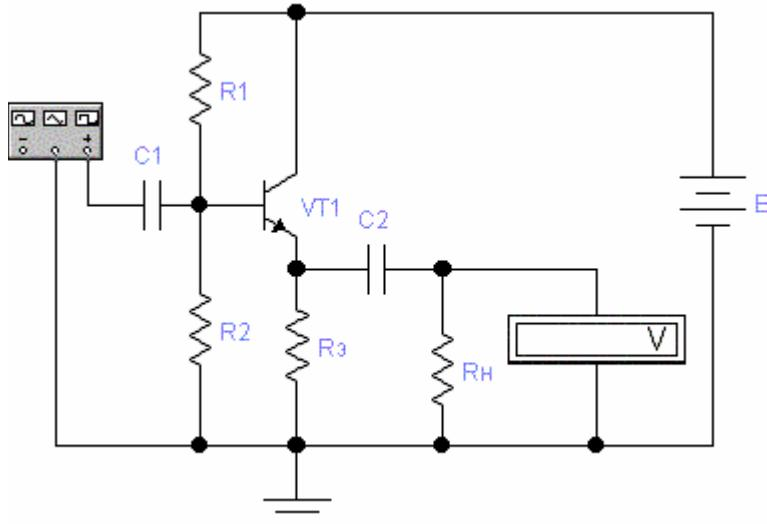

Рисунок 2
1.3 Для схемы усилительного каскада ОК (рисунок 2) и указанных параметров элементов предварительно рассчитать значение резистора R1 при условии  $U_\theta = 0,5E$  и рабочий режим транзистора ( $I_k$ ,  $U_{k\theta}$ ,  $I_b$ ).
Для схемы ОК (рисунок 2) основные параметры рассчитываются через малосигнальную схему замещения каскада: